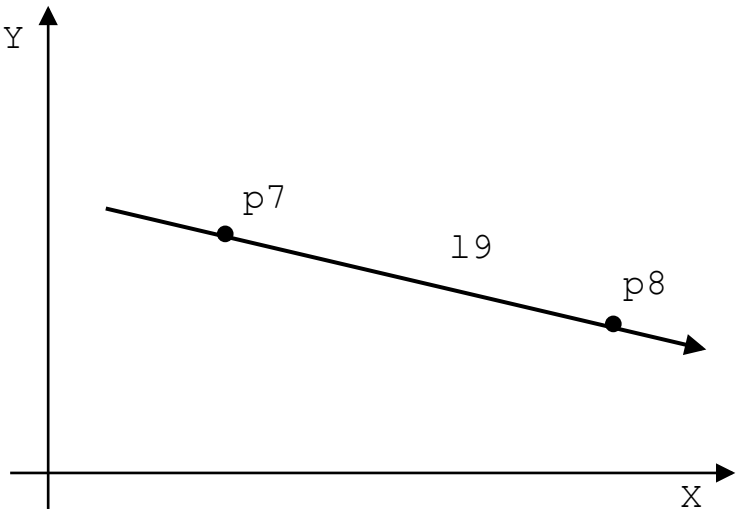

Рисунок 2.70
- прямая, проходящая через две точки (рисунок 2.70):